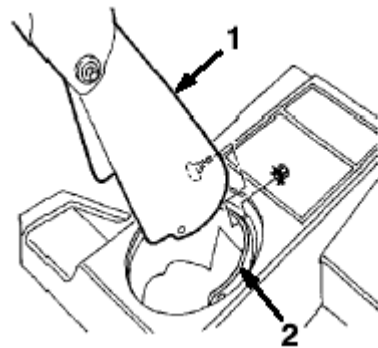

图8
- 1、安排雪道于排雪道环上。（图8）
- 2、对齐排雪道后部的孔和排雪道环中间的孔。（图8）
- 3、安螺栓，锁紧螺母于中间的孔，锁紧螺母安于外侧。可旋转排雪道环，使对齐更容易。（图8）